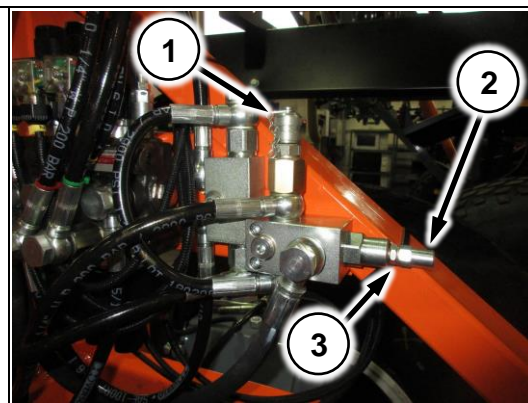

Рис. 161
1. Установите манометр в точку контроля давления (Рис. 161/1);
2. Отверните контргайку (Рис. 161/2);
6. Вращая регулировочный винт (Рис. 161/3) добейтесь давления 25 Bar по манометру при нажатой вниз клавише опускания подвеса;
7. По завершении регулировки законтрите контргайку (Рис. 161/2).